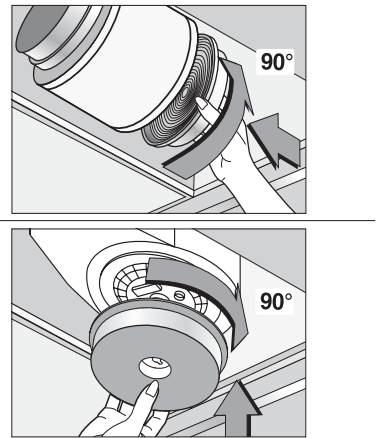

Fig.7
• **COMANDI:** (Fig.7) **SLIDER** la simbologia è di seguito riportata: